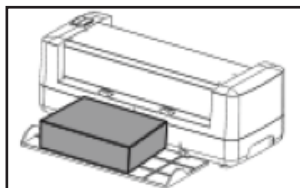
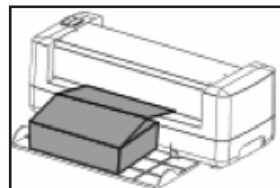

Fig. 2
Fig. 3
2. Installazione della carta imballo nella macchina. Prima di inserire la carta imballo nella macchina, abbassare il vano porta carta e appoggiare la risma di carta sopra di esso. (Fig. 2) Inserire correttamente la carta nella fessura di ingresso. (Fig. 3)